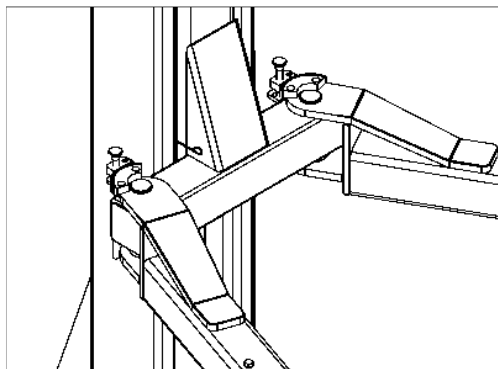

Fig. 36
- Вставьте лапы в опоры кареток и установите фиксирующие штифты в отверстия как показано на **Рис. 36.**